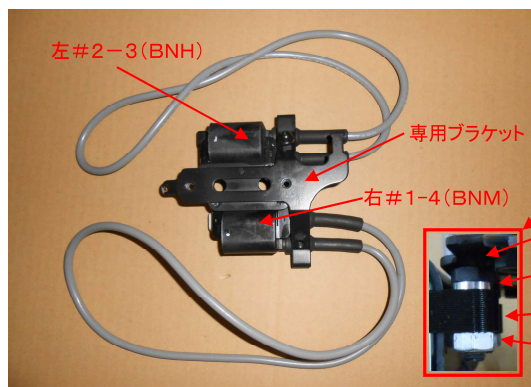

図1
- 7、プラグコードの長さを合わせて切断しコードマーカ-を取付ける。(図1参照)